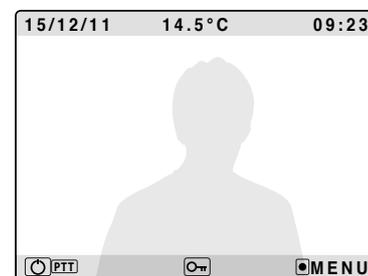

Fig. 10
- Répondez en mode mains libres en appuyant sur le bouton  (**Fig. 10**) (ou en décrochant le combiné pour Art. KRV86) ;